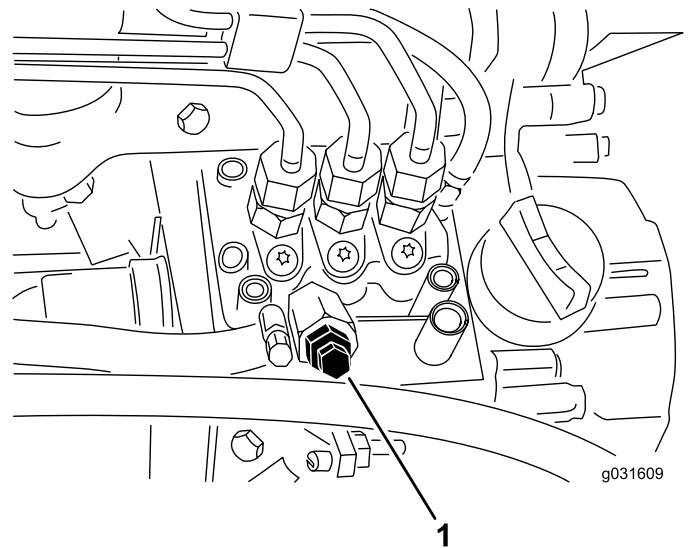

Figura 52
4. Abra el tornillo de purga de aire de la bomba de inyección de combustible (Figura 52).